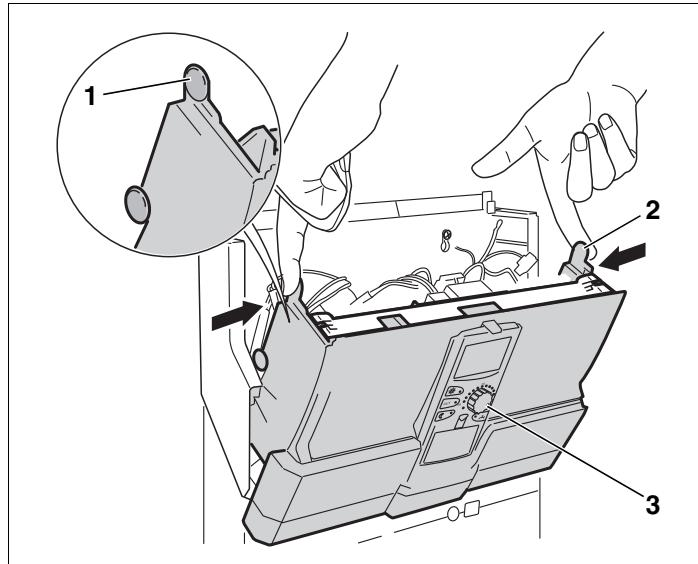

Рис. 3 Открыть переднюю крышку системы управления
- ▶ Нажмите с двух сторон на верхние выступы (→ рис. 3, [1] и [2]).
- ▶ Наклоните вперед переднюю часть системы управления вместе с МЕС2 (→ рис. 3, [3]).